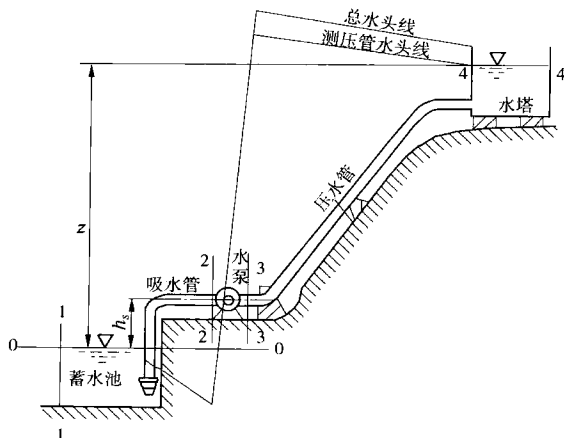

图 1.2.8
**【例 1.2.12】** 某离心泵管路系统如图 1.2.8 所示, 其流量  $Q$  为  $0.15 \text{m}^3/\text{s}$ , 提水高度  $z$  为 20m。水泵的吸水管长  $l_s$  为 5m, 直径  $d_s$  为 0.25m, 沿程水头损失系数  $\lambda_s$  为 0.031, 底阀局部水头损失系数  $\zeta_e$  为 3.5, 弯头局部水头损失系数  $\zeta_{b1}$  为 0.4。压水管长  $l_p$  为 20m, 直径  $d_p$  为 0.225m, 沿程水头损失系数  $\lambda_p$  为 0.028, 弯头局部水头损失系数  $\zeta_{b2}$  为 0.4, 出口局部水头损失系数  $\zeta_m$  为 1.0。水泵最大允许真空度为 6.5m。试确定:
(1) 水泵的允许安装高度  $h_s$ ;
(2) 水泵的扬程  $H_t$ 。
**解:** (1) 水泵的允许安装高度  $h_s$  的确定。